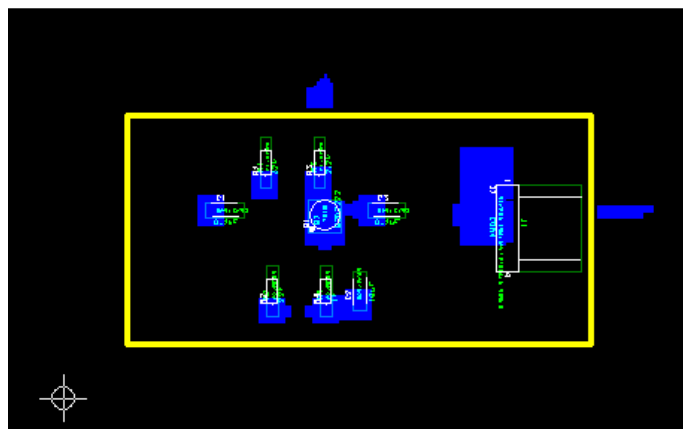

Fig. 23.
- Afișați graficul de densitate pentru aceasta. Selectați din meniul «**View**» - «**Density Graph**» și «**Fine**» sau «**SHIFT + H**». În fereastra de editare cablaj apare o imagine de forma celei din fig. 23: